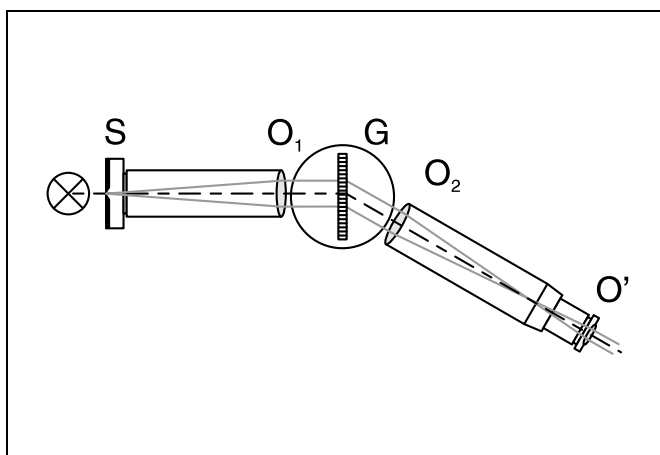

Fig. 1 Strahlengang in einem Gitterspektrometer
Im Gitterspektrometer tritt das Licht divergent durch den in seiner Breite und Höhe veränderbaren, vertikalen Spalt S und fällt auf das Objektiv  $O_1$ , das sich im Abstand der Brennweite vom Spalt befindet (siehe Fig. 1). Spalt und Objektiv bilden zusammen einen Kollimator. Hinter dem Objektiv gelangt das Licht als paralleles Strahlenbündel zum Gitter G, d.h. alle Strahlen fallen unter dem gleichen Winkel auf das Gitter. Das Licht wird durch das Gitter gebeugt, wobei jede Wellenlänge eine andere Ablenkung erfährt. Schließlich werden durch ein
- Gitter so auf dem Prismentisch positionieren und Fernrohr so ausrichten, daß das durch den Spalt fallende Licht das Gitter durchstrahlt (von oben betrachten, siehe Fig. 1) und das Spektrum mit dem Fernrohr beobachtet werden kann.